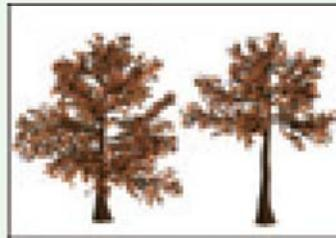

图4-69 不同修剪参数的树
- 【修剪】:只适用于具有树枝的植物。修剪参数将控制植物的修剪程度。值为0表示不进行修剪;值为1表示尽可能修剪植物上的所有树枝。3ds Max从植物上修剪何物取决于植物的种类。如果是树干,则永远不会进行修剪,如图4-69所示。